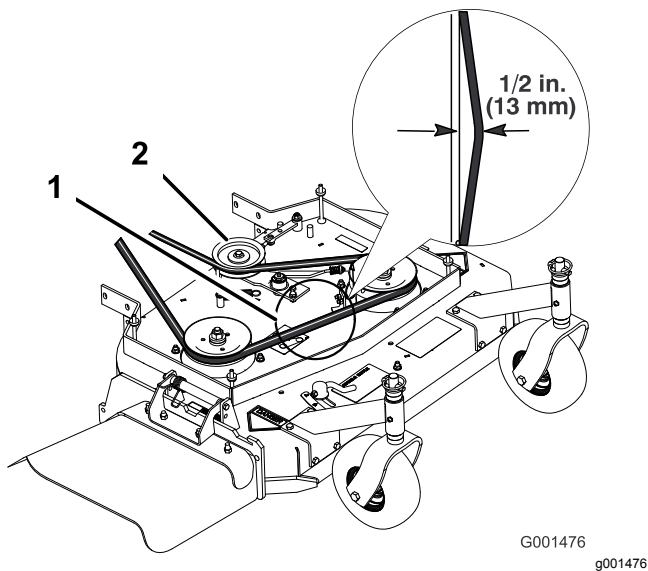

Figure 44
Remarque: La tension correcte de la courroie du tablier de coupe se situe entre 44 à 67 N·m (10 à 15 pi-lb) avec une flèche de 13 mm (1/2 po) à mi-chemin entre les poulies (Figure 44).
3. Desserrez le contre-écrou sur le tendeur (Figure 44).
4. Tournez le tendeur vers l'arrière de la tondeuse pour augmenter la tension sur la courroie. Tournez le tendeur vers l'avant de la tondeuse pour réduire la tension sur la courroie (Figure 44).